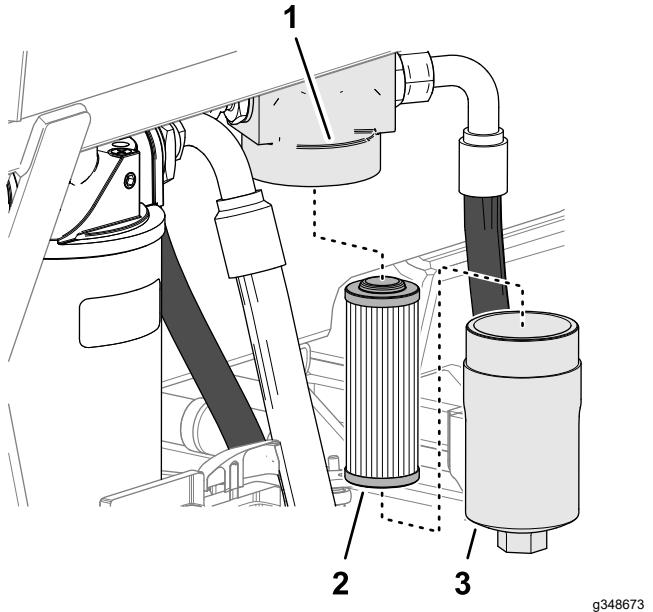

Figura 86
- En el lado izquierdo de la máquina, limpie la zona alrededor del cabezal del filtro y coloque un recipiente debajo de la carcasa del filtro (Figura 86).
- Retire la carcasa del filtro del cabezal del filtro y retire el elemento (Figura 86).
- Instale un elemento del filtro nuevo en el cabezal del filtro (Figura 86).